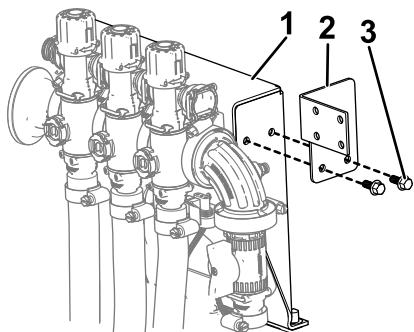

Bild 17
2. Montieren Sie die Ventilhalterung mit zwei Bundkopschrauben ($\frac{1}{4}$ " x 0,625") am Ventilhalterungsrahmen, wie in Bild 17 dargestellt.